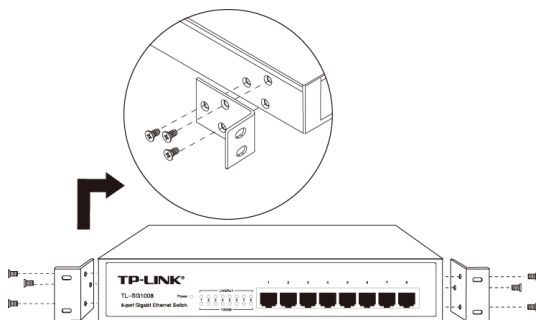

图3-2 L型支架安装示意图
2. 将配件中的两个L型支架分别安装在交换机面板的两侧，并用配件中提供的螺钉固定。如图3-2所示。